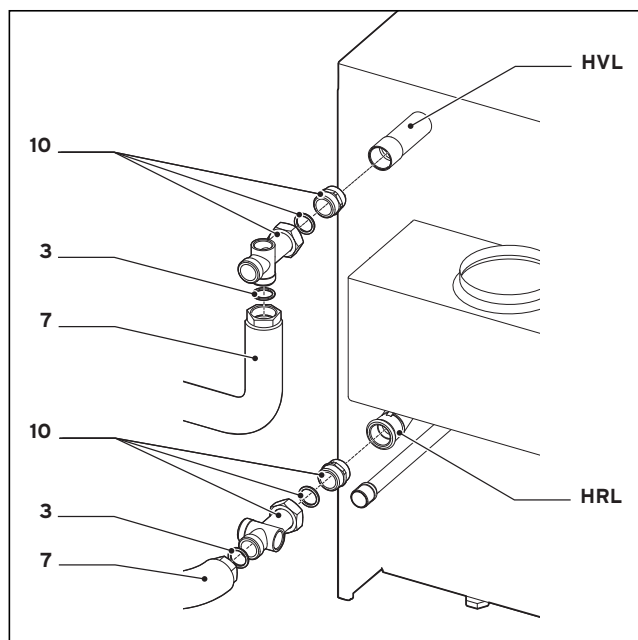

Fig. 2: Montaggio del kit per ricarica boiler su atmoVIT esclusiv
- Estrarre il nipplo doppio dagli elementi di raccordo (10) (sono montati in fabbrica solo con le mani).
- Rendere stagno con canapa il doppio nipplo nel bocchettone di collegamento della caldaia per mandata riscaldamento (HVL), o mandata serbatoio (SpVL) e ritorno riscaldamento (HRL) (vedi da fig. 2 a 5).
- Montare i tubi ondulati in acciaio legato (7) con il dado di raccordo flangiato sul tubo ondulato e la guarnizione in dotazione (3) per ogni raccordo della caldaia.